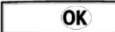

Figura 2-13: Displays Acima, OK e Abaixo
- Abaixo Abaixo de 4 kg; (Figura 2-13, esquerda)
- OK Entre 4 kg e 6 kg ;(Figura 2-13, centro)
- Acima Acima de 6 kg; (Figura 2-13, direita)